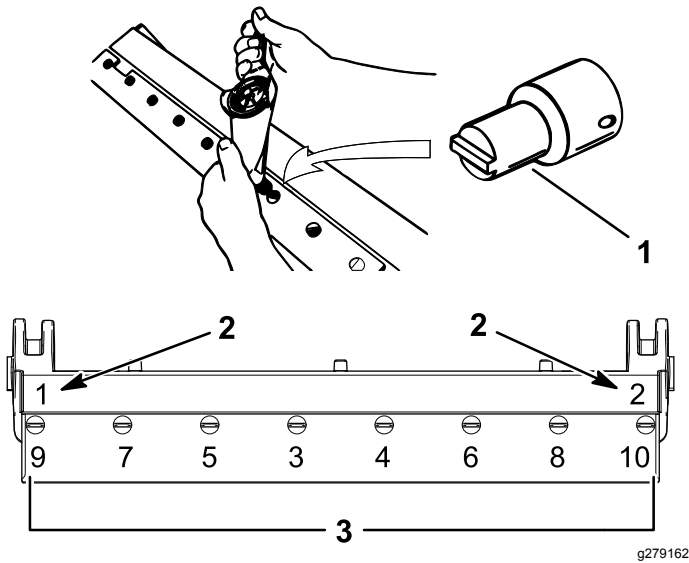

Bild 42
- A. Ziehen Sie die zwei äußeren Schrauben auf ein Drehmoment von 1 N·m an, siehe Bild 42.
- B. Fangen Sie in der Mitte des Untermessers an und ziehen Sie die Schrauben mit 23-28 N·m fest, siehe Bild 42.